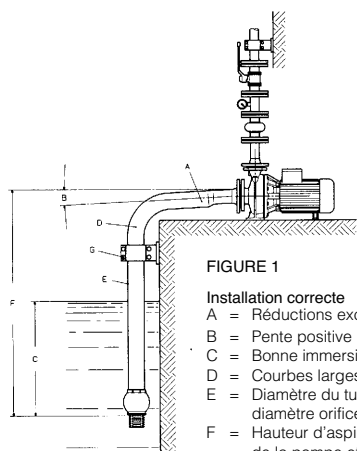

FIGURE 1
5.5 Tuyaux d'aspiration et de refoulement (voir la schéma de fig. 1)